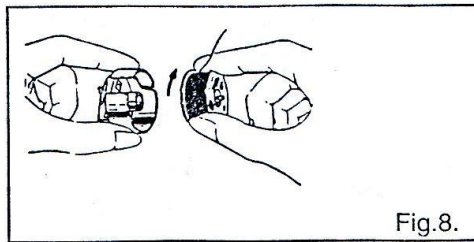
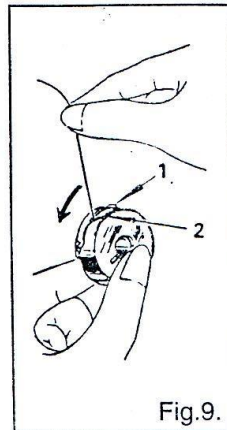

Fig.8.
Fig.9.
10. Заправка нити в шпульный колпачок (Рис. 8, 9, 10, 11)
1. Вставьте шпульку с намотанной нитью в шпульный колпачок (Рис. 8). Вытяните нить сквозь прорезь (1) и протяните ее под натяжной пружиной (2) (Рис. 9).